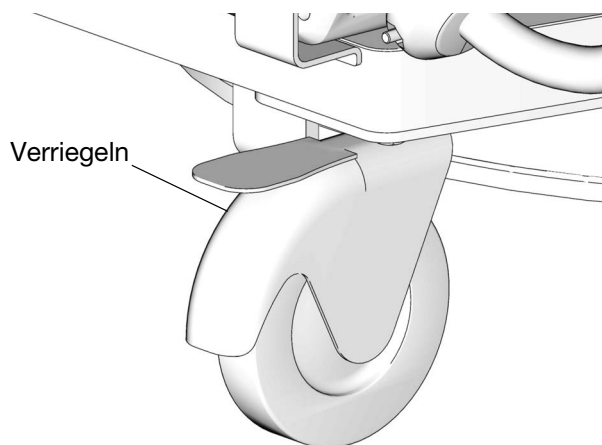

ABB. 36
8. Die Radrollen sperren, um das Fahrgestell während der Montage in Position zu halten (ABB. 36).